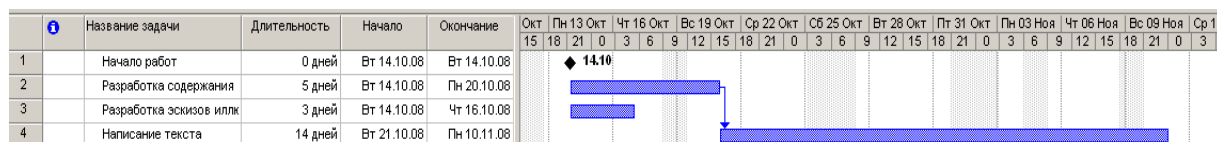

Рис. 2.16. Связь типа **Finish-to-Start** (Завершение к началу)
- Нажмите кнопку  (Связать задачи) на панели инструментов **Standard** (Стандартная). Между выделенными видами работ будет установлена связь типа **Finish-to-Start** (Окончание-начало), которая отобразится на диаграмме в виде стрелки (рис. 2.16).